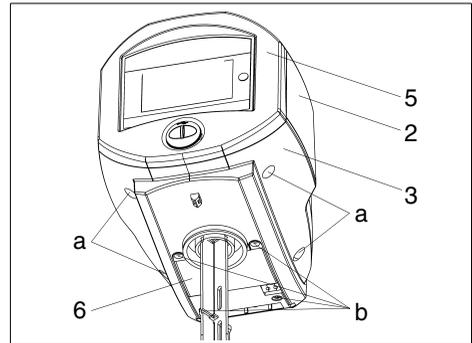

Abb. 7: i-dos Gehäuseteile
- 4 Befestigungsschrauben (a) der Abdeckhaube von unten lösen (siehe Abb. 7). Die Schrauben verbleiben im Pumpenträger. Frontteil (5) der Verkleidung leicht nach vorne kippen und Abdeckhaube (2) abnehmen.
- 4 Befestigungsschrauben (b) des Rückteils (6) lösen (siehe Abb. 7). Rückteil abnehmen.